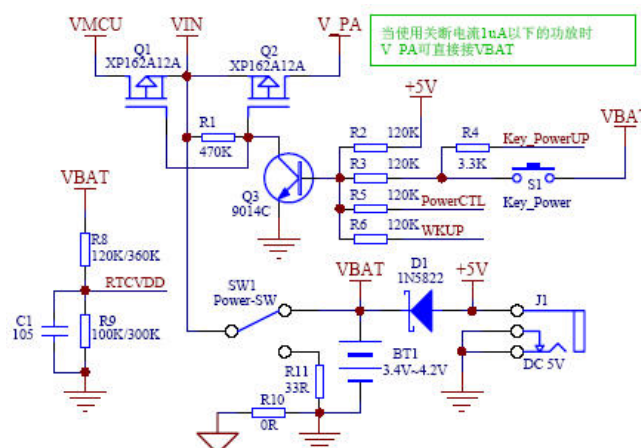

图 8 电源控制电路
⑥ 当产品设计不是使用便携式手机电池时，在保证 RTCVDD 不断电的前提下，可直接利用内部 E2prom，从而省掉外部 E2prom，节约成本。RTCVDD 供电由 BAT 分压提供，见图 8 中电路。
附图 8 IO 直接检测法连接图